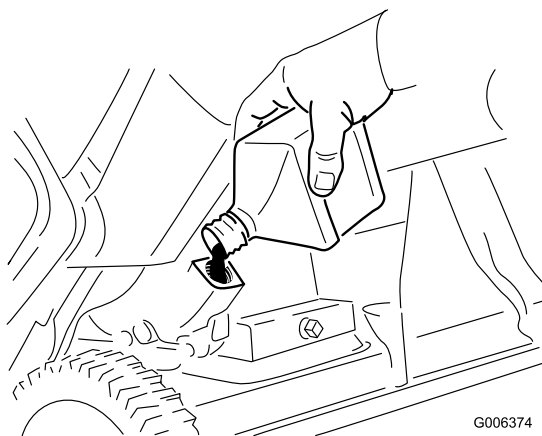

Figure 31
8. La machine étant en position de fonctionnement, versez **lentement** de l'huile dans l'orifice de remplissage. Attendez 3 minutes que l'huile se stabilise puis ajoutez la quantité requise pour l'amener au point de trop-plein. Il ne devrait rester que très peu, voire pas du tout, d'huile dans la bouteille (Figure 31).